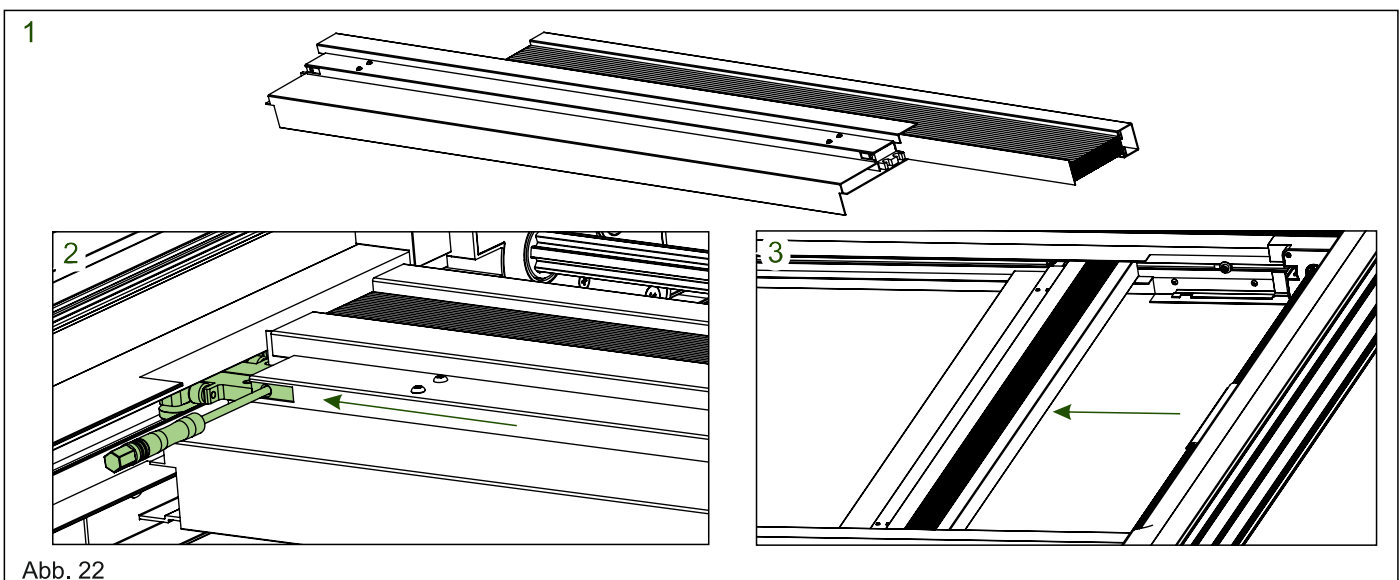

Abb. 22
23. 1. Setzen Sie Markisenprofil 2 (Leiste und Stoff) wieder in Markisenprofil 1 ein, positionieren Sie ihn mittig im Profil. 2. Montieren Sie das vollständige Markisenprofil wie in Schritt 17 beschrieben. **Wichtig:** Achten Sie darauf, den Stoff während des Einsetzens sicher zu fixieren, damit er sich nicht unbeabsichtigt entfaltet. Als Hilfsmittel können Sie z.B. eine Schnur oder umgedrehte Klebestreifen verwenden. Stellen Sie zudem sicher, dass sich der Stoff korrekt in der Laufschiene befindet. 3. Schieben Sie abschließend das gesamte Markisenprofil mithilfe der Antriebsstange nach unten. (Siehe Abb. 22)